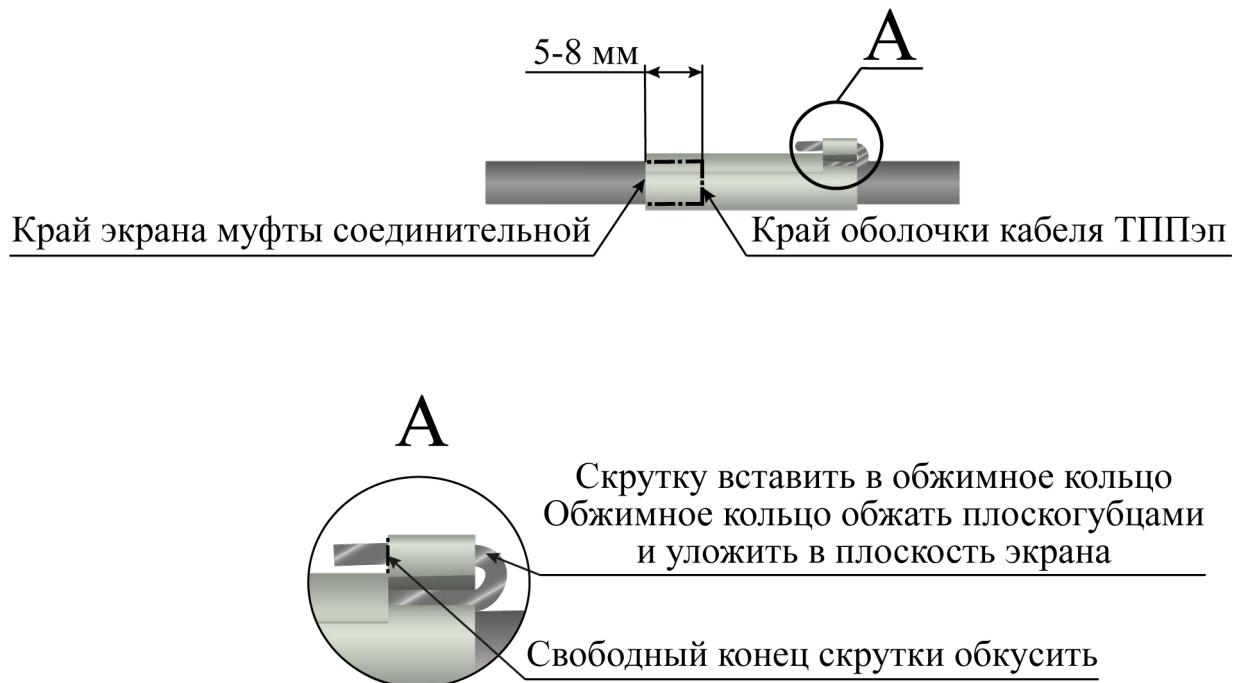

Рисунок 4.28
- скрутку экранных проводников вставить в обжимное кольцо экрана муфты соединительной, продеть 2 раза и обжать плоскогубцами (рисунок 4.28);